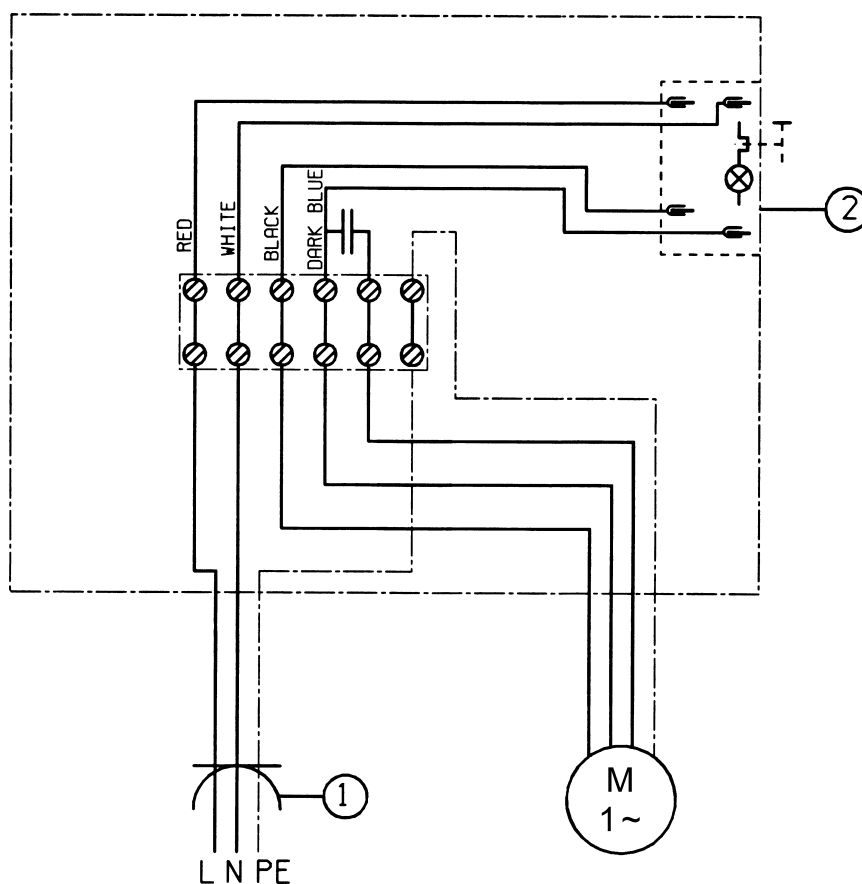

Рис. 4
- отсоединить электрическое соединение от выключателя (рис. 4, Поз. 2)